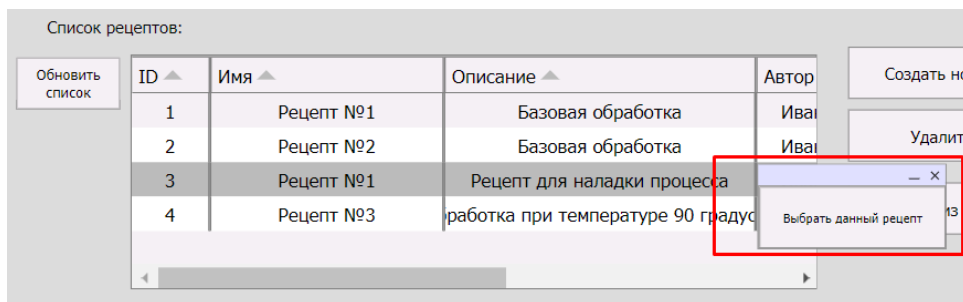

Рисунок 16 — Выбор рецепта
2. В контекстном меню нажмите «Выбрать данный рецепт» (рис. 16). Рецепт будет открыт в редакторе «Текущий рецепт» в нижней половине экрана.
2. В контекстном меню нажмите «Выбрать данный рецепт» (рис. 16).